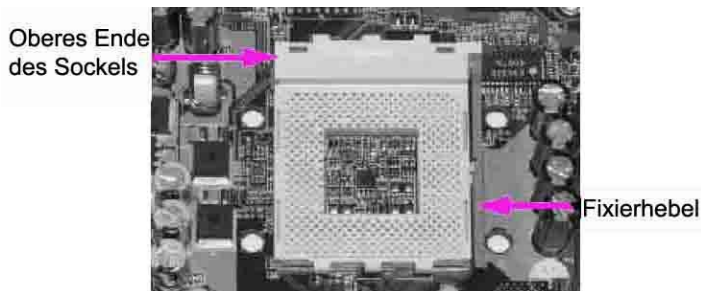

Abbildung 65: Beschreibung des Sockel A [54]
2. Abbildung 65 zeigt einen Sockel A am Motherboard. Es wird zur Orientierung auf das Obere Ende des Sockels und auf den Fixierhebel hingewiesen. Des Weiteren sind auch die Löcher am Sockel sichtbar, indem der Prozessor aufgesetzt wird.